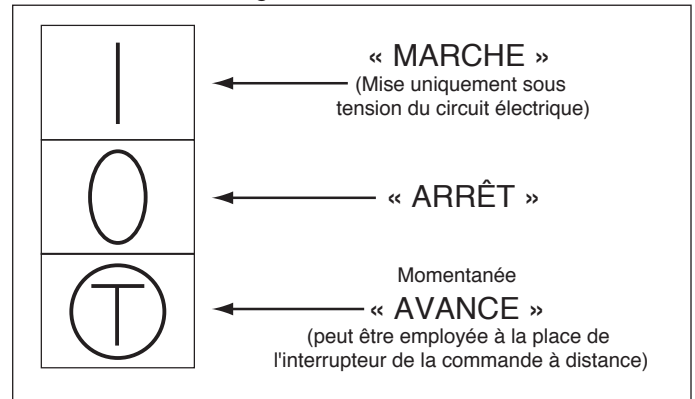

Figure 5 - Positions de l'Interrupteur de la Pompe
- Vérifiez que l'interrupteur de la pompe est en position « ARRÊT ». Voir Figure 5.